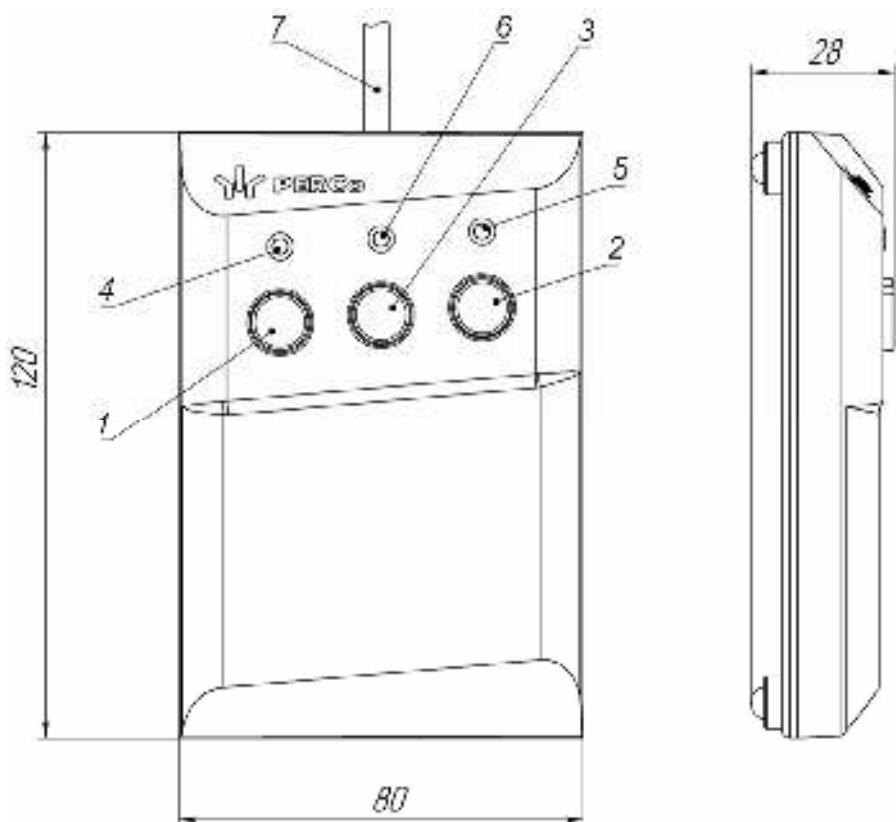
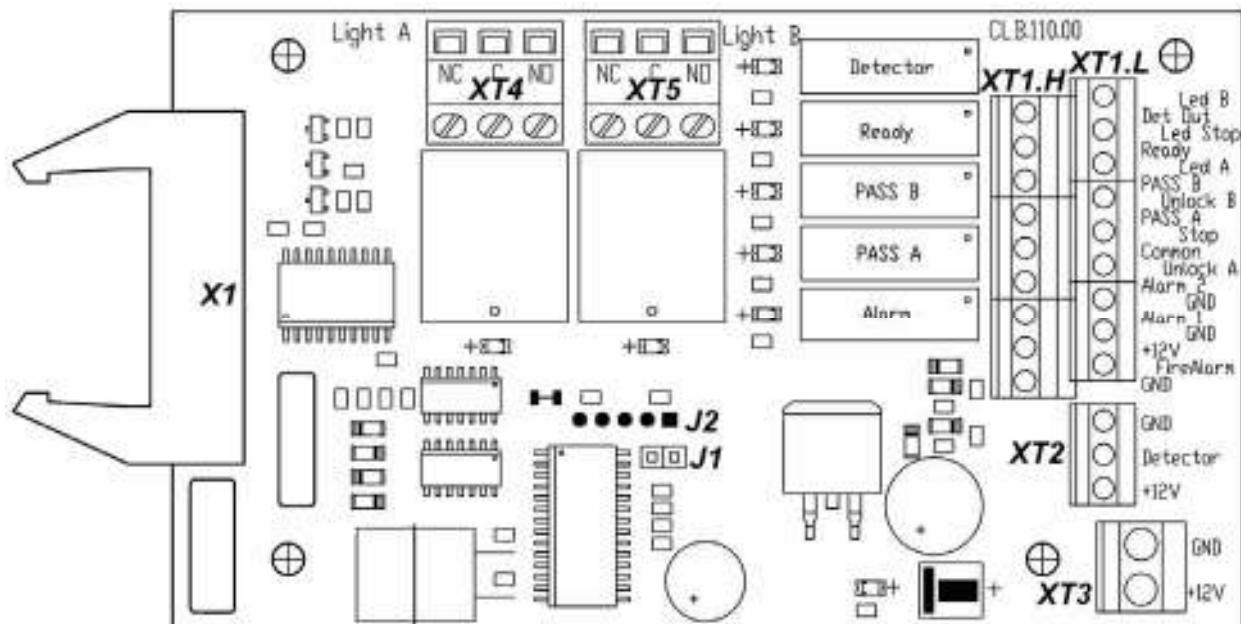
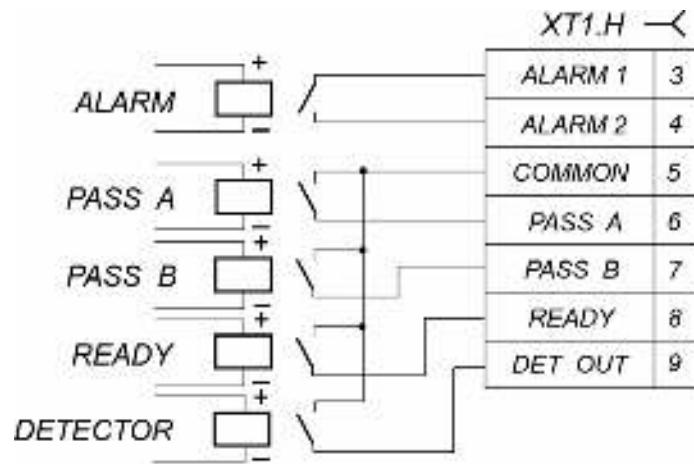

Рисунок 4 Общий вид и габаритные размеры ПДУ
Рисунок 5 Внешний вид платы управления
Рисунок 8 Выходные каскады для PASS A, PASS B, Ready, Det Out и Alarm
5.2.3 ПДУ выполнен в виде небольшого настольного прибора в корпусе из ударопрочного АБС-пластика и предназначен для задания и индикации режимов работы при ручном управлении турникетом. ПДУ подключается к плате управления гибким многожильным кабелем (17) через клеммную колодку **XT1.L** (см. рис.5). Общий вид ПДУ показан на рис. 4.
На лицевой панели ПДУ расположены три кнопки для задания режимов работы турникета. Над кнопками расположены световые индикаторы. В корпусе ПДУ установлен зуммер для звуковой индикации. Средняя кнопка **STOP** предназначена для переключения турникета в режим «Запрет прохода». Левая и правая кнопки **LEFT**, **RIGHT** предназначены для разблокировки турникета в выбранном направлении. Изменить ориентацию ПДУ относительно установки стойки турникета (если на месте установки стойка обращена к оператору не лицевой, а тыльной стороной) можно, поменяв местами провода от ПДУ, подключаемые на контакты *Unlock A* и *Unlock B* а также *Led A* и *Led B* соответственно (см. рис. 5 и рис. 11).
5.2.4 Внутри стойки расположен кронштейн с установленной платой управления (см. рис. 5) и клеммами для подключения внешних устройств. К плате подключаются ПДУ, выходы СКУД, устройство РУ, ДКЗП, устройство для подачи команды аварийной разблокировки турникета *Fire Alarm* (далее – *устройство Fire Alarm*). На клеммы подключения внешних устройств выведены линии подключения источника питания, линии управления механизмом картоприемника, линии сигналов считывателей. Подключение внешних устройств производится в соответствии со схемой подключения турникета и дополнительного оборудования (см. рис. 11). Схема электрических соединений внутри турникета приведена на рис. 12.
5.3.7 Обозначения установленных на плате управления клеммных колодок и назначение их контактов показаны на рис. 5 и на наклейке, аналогичной рис. 5, расположенной на внутренней поверхности крышки турникета.
5.4.3 Реле *PASS A* (контакты *PASS A* и *Common*), *PASS B* (контакты *PASS B* и *Common*), *Ready* (контакты *Ready* и *Common*), *Detector* (контакты *Det Out* и *Common*) и *Alarm* (контакты *Alarm 1* и *Alarm 2*) имеют нормально-разомкнутые контакты. При этом общий для этих реле контакт *Common* не соединен с минусом источника питания турникета. В исходном (неактивном) состоянии при включенном питании контакты реле *PASS A*, *PASS B*, *Ready* и *Detector* замкнуты (на обмотку реле подано напряжение), а контакты реле *Alarm* разомкнуты (напряжение на обмотку реле не подано). Факт срабатывания/отпускания реле *PASS A*, *PASS B*, *Ready*, *Detector* и *Alarm* можно определить по загоранию/гашению красных индикаторов, которые установлены вблизи указанных реле (см. рис. 5). Выходные каскады для *PASS A*, *PASS B*, *Ready*, *Det Out* и *Alarm* – контакты реле (см. рис. 8) со следующими характеристиками сигналов:
5.5.2 Режим управления определяется наличием перемычки на разъеме **J1** (расположение разъема **J1** показано на рис. 5 и на наклейке, расположенной на внутренней поверхности крышки):
5.9.2 Подключение ДКЗП прохода производится к клеммной колодке **XT2**, а сирены – к клеммной колодке **XT1.H** платы управления согласно схеме электрических соединений (см. рис. 11 и рис. 5). ДКЗП должен иметь нормально-замкнутые контакты. Если ДКЗП не подключен, то рекомендуется установить перемычку между контактами *Detector* и *GND* клеммной колодки **XT2**.
На контакты *Det Out* и *Common* клеммной колодки **XT1.H** платы управления (см. рис. 5) всегда транслируется сигнал о текущем состоянии ДКЗП.
5.9.3 Подключение устройства, подающего команду аварийной разблокировки, производится к клеммной колодке **XT1.L** платы управления согласно схеме электрических соединений (см. рис. 11 и рис. 5). Если вход *Fire Alarm* не используется, то необходимо установить перемычку между контактами *Fire Alarm* и *GND*. При поставке данная перемычка установлена.